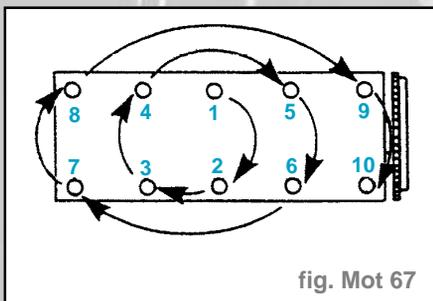

fig. Mot 67
- Engager correctement l'extrémité (C) du carter de distribution (fig. Mot. 67).
- Serrer les vis de culasse dans l'ordre indiqué (fig. Mot. 67).